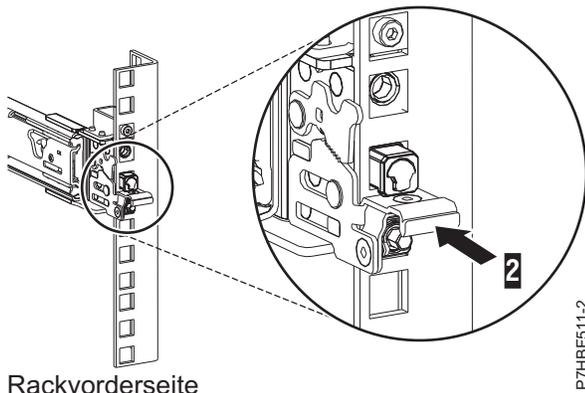

Abbildung 6. An der vorderen Schiene des Racks befestigte Verriegelung
- Stellen Sie sicher, dass alle drei Stifte aus den Rackbohrungen herausragen, wenn Sie die Schiene nach vorne ziehen, und drücken Sie dann die vordere Verriegelung (2) ganz hinein. Einzelheiten finden Sie unter Abb. 6.